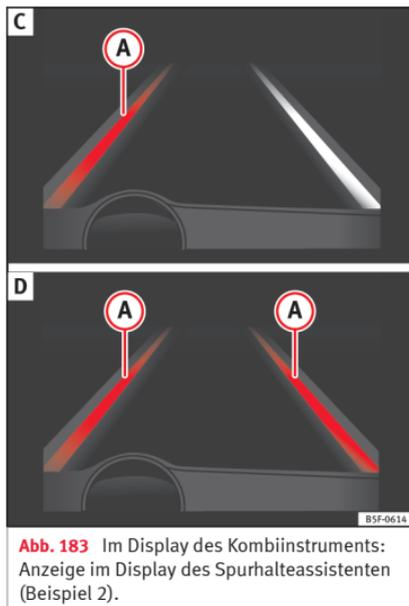

Abb. 183 Im Display des Kombiinstrumentes: Anzeige im Display des Spurhalteassistenten (Beispiel 2).
- System arbeitet; die hervorgehobene Linie **(A)** zeigt an, dass die Gefahr einer unabsichtlichen Überschreitung der Begrenzungslinie bestand. Das System korrigiert über die Lenkung die Fahrtrichtung » **Abb. 183 C**.
- Die beiden hervorgehobenen Linien **(A)** leuchten gleichzeitig auf, wenn beide Begrenzungslinien erkannt sind und die Funktion für zentrale Spurführung » **Abb. 183 D** eingeschaltet ist.